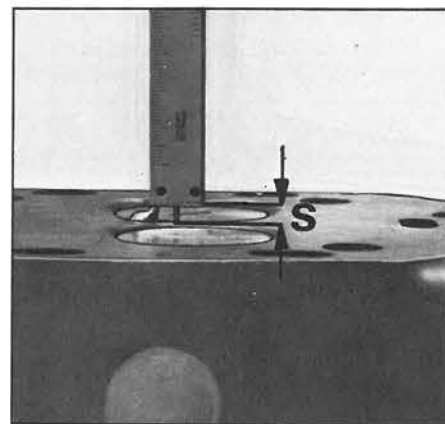

Fig. 44
- 18.1 La sporgenza S dei pulverizzatori all'interno della testata deve essere di: **3,5 ÷ 4 mm. (0,138 ÷ 0,157 inch)** (fig. 44).
- 18.1 Nozzle protrusions « S » inside head must be of **3,5 ÷ 4 mm. (0,138 ÷ 0,157 inch)** (fig. 44).